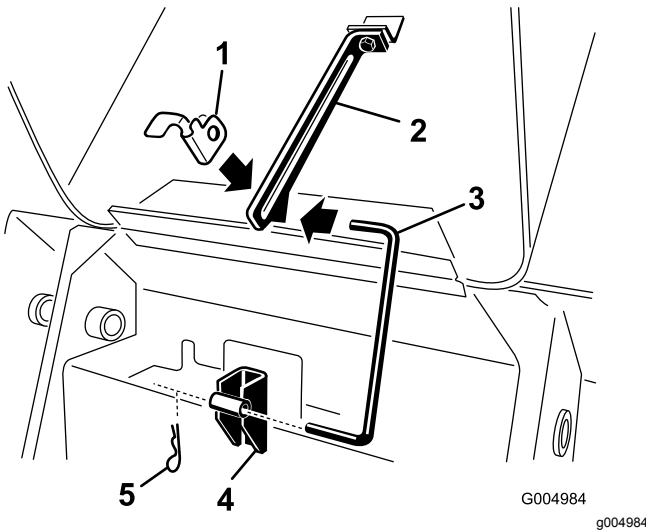

Рисунок 41
4. Вытащите шпильку из нижнего конца подпорной штанги капота, и освободите подпорную штангу от упорных кронштейнов и лапки подпорной штанги (Рисунок 41).
8. Вставьте подпорную штангу в упорные кронштейны и лапку подпорной штанги и закрепите игольчатым шплинтом (Рисунок 41).